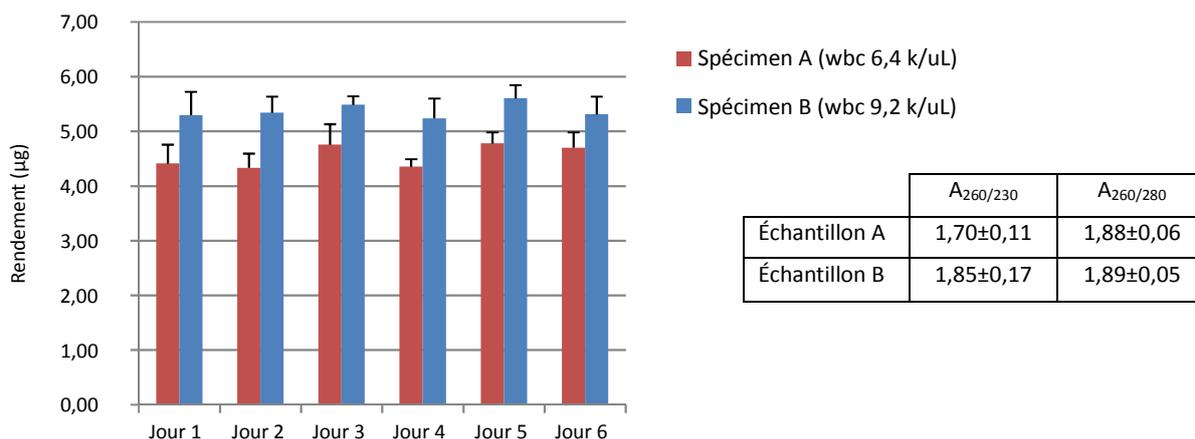

Figure 2. Le rendement, A260/280, et A260/230 de l'ADN génomique de l'échantillon de sang entier.
L'ADN génomique a été extrait d'échantillons de sang entier humain EDTA-2Na (spécimen A) ou ACD (spécimen B) en utilisant le MagDEA® Dx SV pendant 6 jours au total (6 répétitions par chaque série). Les nombres de globules blancs (GB) des spécimens A et B étaient de 6,4 and 9,2 k/ $\mu$ L respectivement. Les concentrations et les puretés des extraits ont été mesurées en utilisant un spectromètre ND-1000 (NanoDrop) (Figure 2). Après 6 séries, il n'y avait pas de variations significatives entre les deux spécimens.